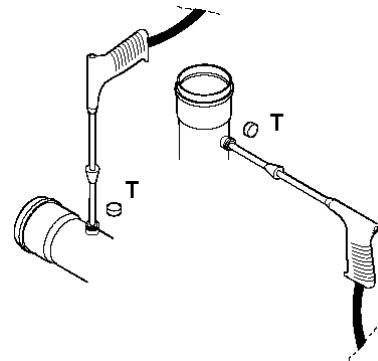

Рис. 6.3.5.1
1. снимите заглушку Т , расположенную в инспекционной секции трубы для отвода дымовых газов (рис. 6.3.5.1);